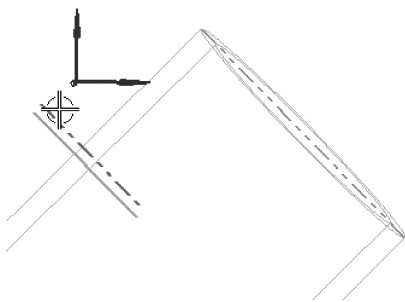

图 3-83 指定旋转轴
- 04 返回至【旋转】对话框中，选择草图曲线（虚线）作为旋转矢量轴，如图 3-83 所示。